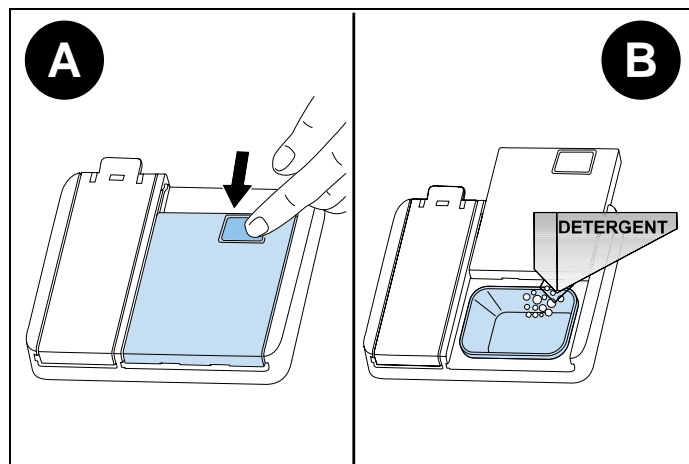

Fig. 66
- 1) Poussez le loquet pour ouvrir le distributeur de détergent, comme indiqué dans l'illustration (Fig. 66 A)
- 2) Versez/placez le détergent dans le distributeur (Fig. 66 B)